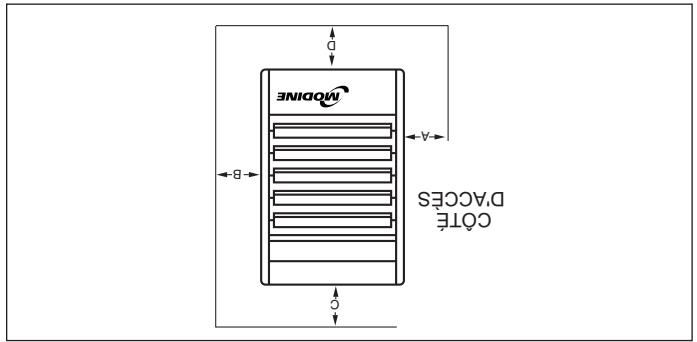

Figure 4.1 - Matières combustibles et dégagements
3. Les distances aux matériaux combustibles comme spécifié à la figure 4.1 et aux tablées 4.1 et 4.2 doivent être strictement maintenues.
de dégagements minimums de la figure 4.1 et des tableaux 4.1 et 4.2.